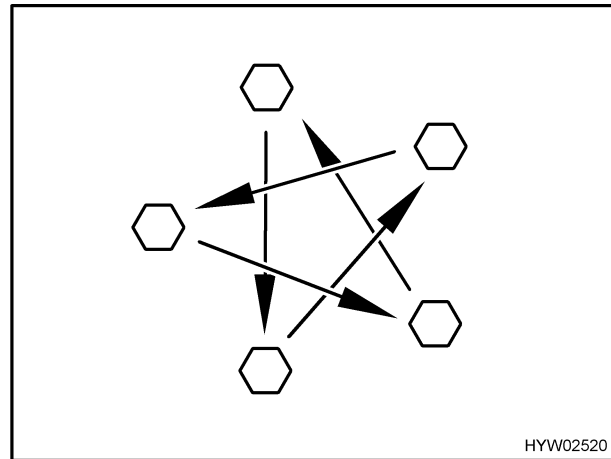

Bild 156 Radmuttern oder Radschrauben über Kreuz anziehen
- Radmuttern oder Radschrauben regelmäßig auf festen Sitz prüfen. Radmuttern oder Radschrauben eines ausgewechselten Rades nach 50 km über Kreuz nachziehen (Bild 156).
- ▲ Radmuttern oder Radschrauben über Kreuz anziehen (Bild 156).